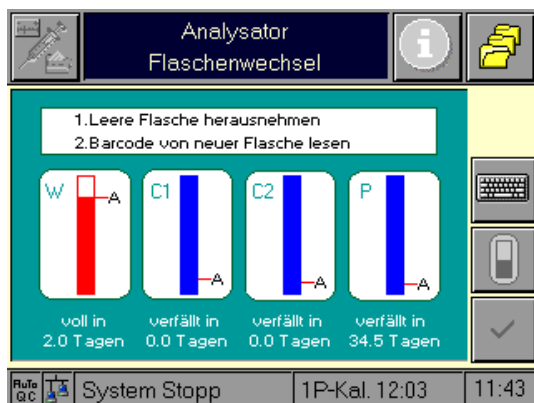

图 8
- 打开试剂仓盖。显示屏上出现换瓶图示(见图 8)。
- 打开试剂仓盖。显示器上出现换瓶图示(见图 8)。